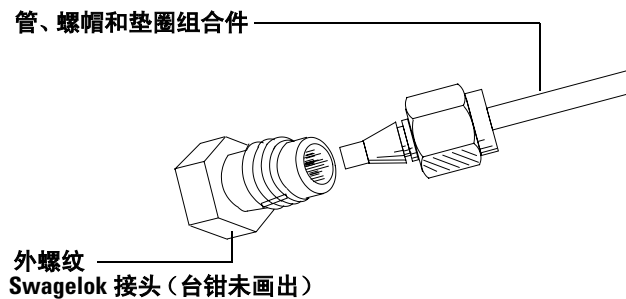

图 51 组装接头
- 3 把聚四氟乙烯管、垫圈和螺帽插入固定 Swagelok 接头的台钳中。用手拧紧后再紧 3/4 圈以固定垫圈在管上的位置。见 图 51。